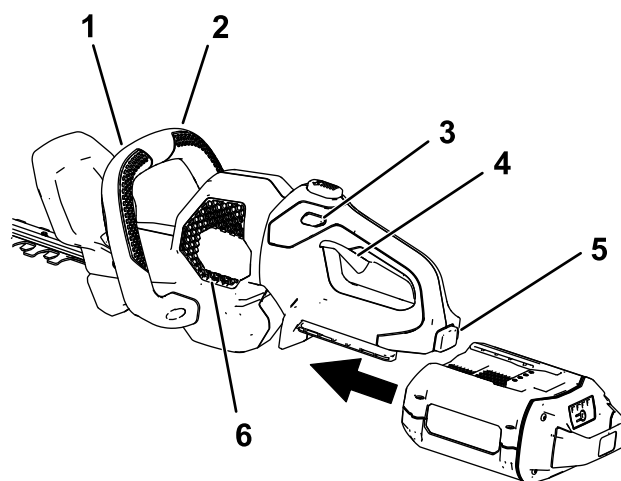

Figura 4
3. Allineate la cavità del pacco batteria con la linguetta nell'alloggiamento dell'impugnatura, afferrate l'impugnatura e spingete il pacco batteria nell'impugnatura fino a quando il fermo non si blocca in posizione (Figura 4).
4. Posizionate una mano sull'impugnatura della levetta. Posizionate l'altra mano sull'impugnatura ausiliaria (Figura 4).
5. Premete l'interruttore di bloccaggio e poi schiacciate l'interruttore della levetta mentre innestate l'interruttore dell'impugnatura ausiliaria per accendere il taglia siepi (Figura 4).
Il taglia siepi rimane acceso fino a quando l'interruttore dell'impugnatura ausiliaria è innestato e la levetta è schiacciata. Una volta che il taglia siepi è in funzione, potete lasciare andare l'interruttore di bloccaggio (Figura 4).
Per arrestare il taglia siepi, lasciate andare la levetta di azionamento, l'interruttore dell'impugnatura ausiliaria, oppure entrambi (Figura 4). Attendete almeno 5 secondi che la lama di taglio smetta di muoversi.